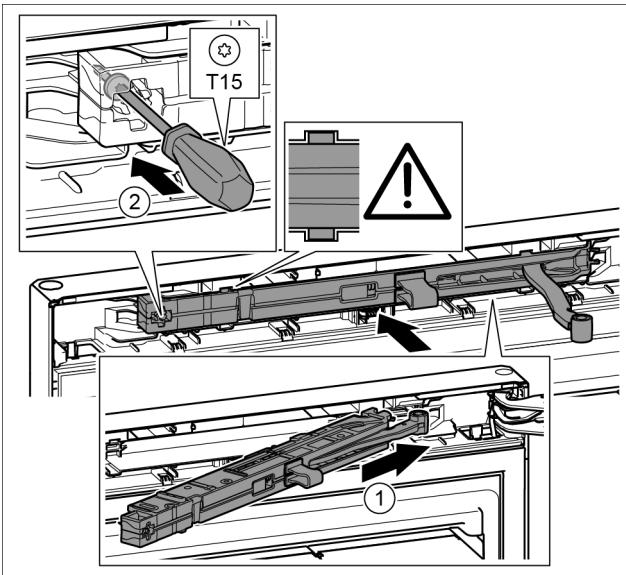

Fig. 24
- Schließdämpfereinheit auf der Lagerbockseite bis zum Anschlag schräg in die Aussparung einschieben. Fig. 24 (1)
- Schraube mit einem Schraubendreher T15 festschrauben. Fig. 24 (2)